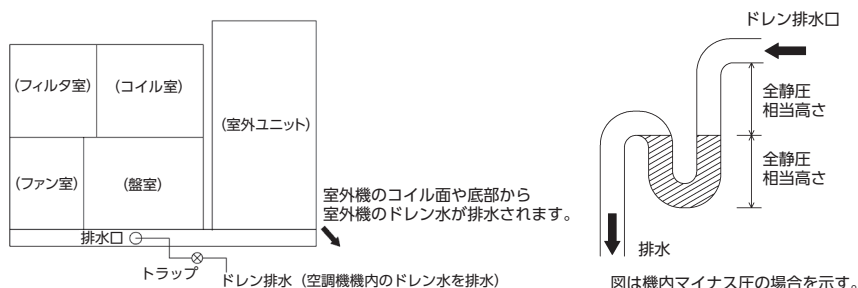

図7-2 ドレン配管施工及び水封トラップ高さ
- ・ドレン排水口の水封トラップの高さは最小限、ファンの全静圧分設けてください。製品停止時、機内にドレン排水が滞留しないようトラップの高さに注意してください。(図7-2参照)
- ・ドレン排水管の集合接続など、管内の圧力によって排水が逆流するおそれがある施工を行わないでください。ドレン排水管には排水口それぞれに封水トラップを別々に配管してください。(図7-2参照)